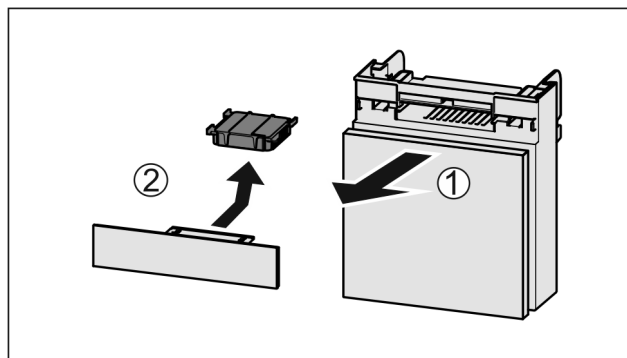

Fig. 113
- Fach nach vorne herausziehen Fig. 113 (1).
- Aktivkohlefilter entnehmen Fig. 113 (2).